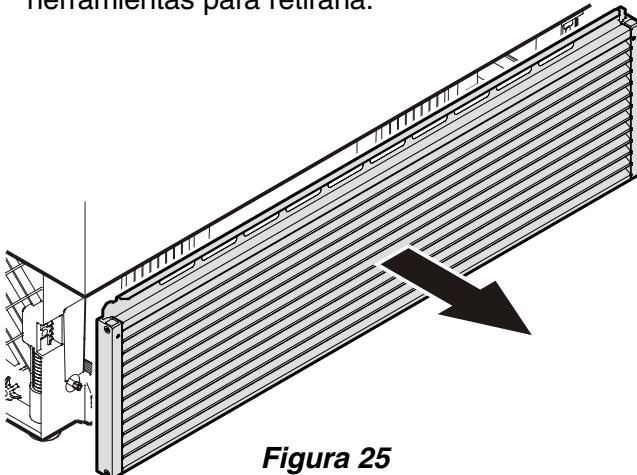

Figura 25
- Abra el cajón inferior del congelador y retire la rejilla de aireación tirándola hacia adelante - **Figura 25**. La rejilla está fijada magnéticamente. No se requieren entonces ninguna herramientas para retirarla.